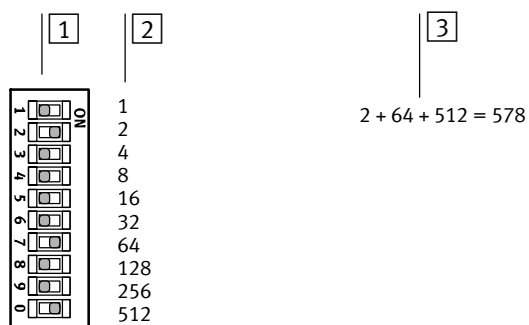

Fig. 2/2: Interruttore DIL a 10 elementi per l'impostazione dell'indirizzo PROFIsafe, in codice binario
3. Impostare l'indirizzo PROFIsafe in codice binario sull'interruttore DIL a 10 elementi → Fig. 2/2.